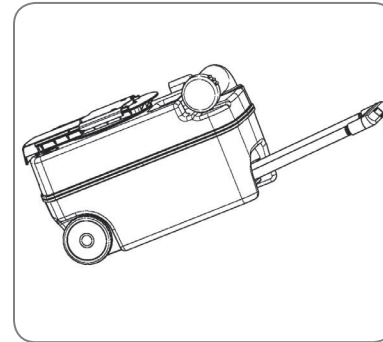
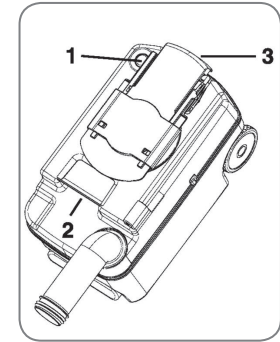

Abbildung 4.46
Abbildung 4.47
Der Fäkalientank ist mit integrierten Rädern und einem ausklappbaren Handgriff ausgestattet (Abbildung 4.46). Durch einen Druck auf den Knopf (Abbildung 4.47; Position 1) in der Mitte des Handgriffs wird der Handgriff entriegelt. Ziehen Sie den Handgriff bis zum Anschlag heraus.
(Abbildung 4.47; Position 2). Mit der anderen Hand halten Sie den Tank so am Schiebegriff (Abbildung 4.47; (3)) fest, dass die Entlüftungstaste (Abbildung 4.47; (1)) während des Leerens bedient werden kann.